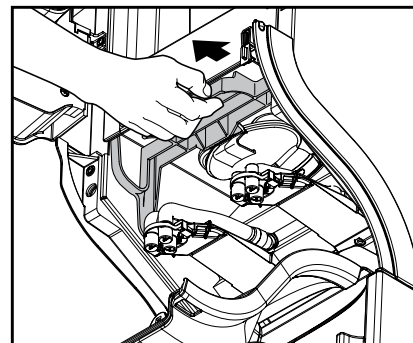

Fig. 27
- c. Trekk i utløerspaken for å friggi hele blandekonsollen (fig. 27).